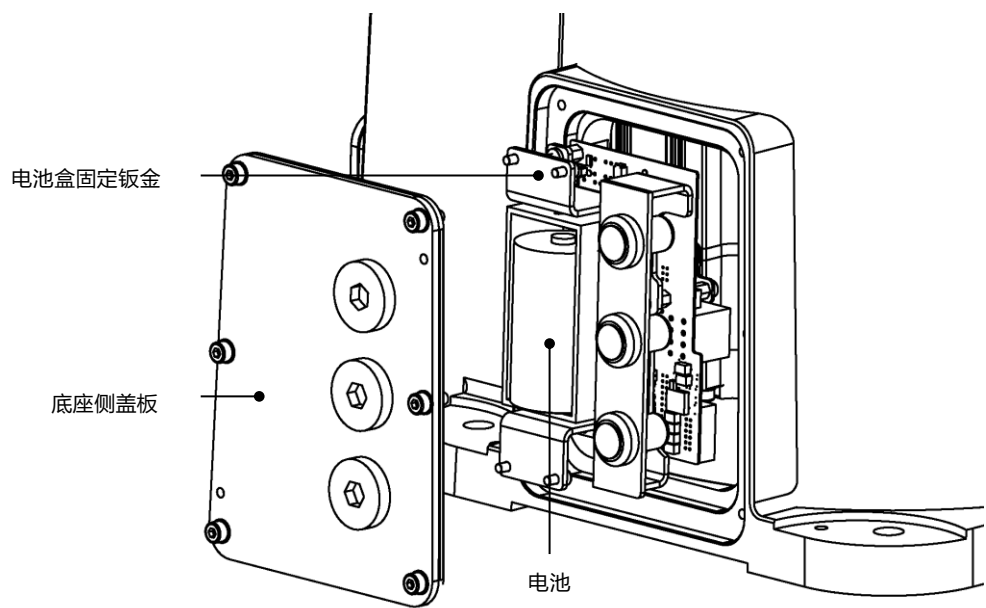

图 9-4 更换电池示意图
- 步骤4. 从右盖板上拆卸电池盒固定钣金，即可看到电池，如图 9-4 所示。